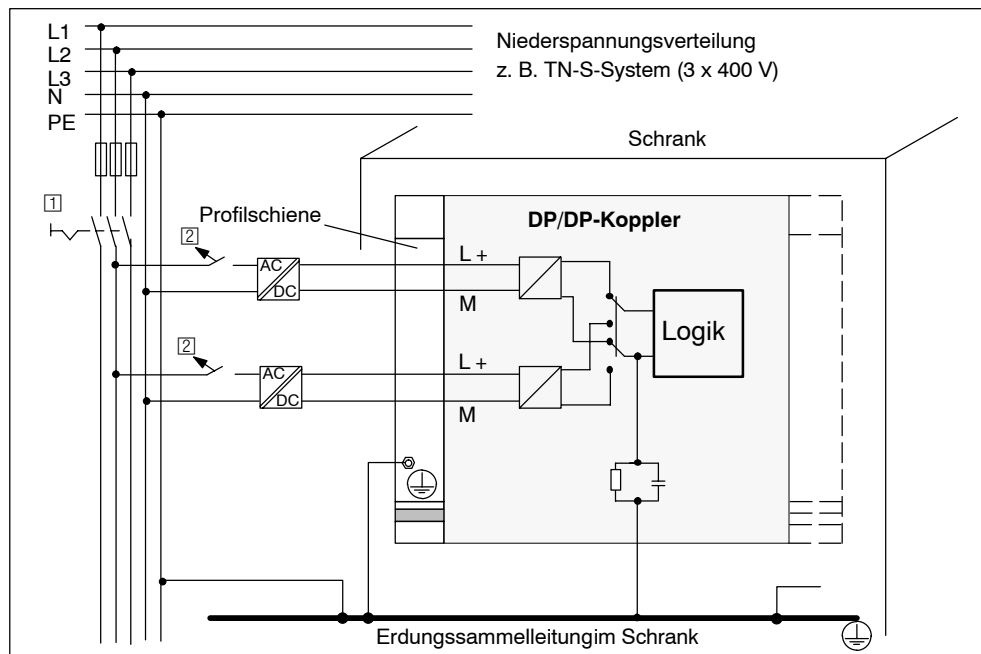

Bild 3-2 Aufbau mit geerdeter Einspeisung
- Hauptschalter (Im Bild 3-2, 1): DIN VDE 0100 Teil 460
- Trenner (Im Bild 3-2, 2): DIN VDE 0113 Teil 1
Bild 3-2 zeigt die Stellung der Baugruppen im Gesamtaufbau bei Einspeisung aus einem TN-S-Netz. Beim Aufbau mit geerdetem Bezugspotential werden auftretende Störströme zum Schutzleiter abgeleitet.